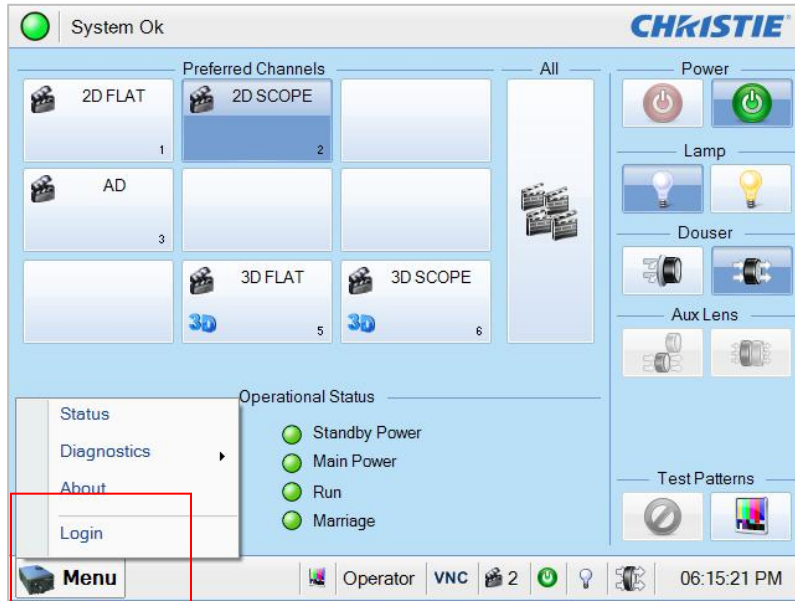

图 25 Marriage 账户
1. 登录放映机 TPC 上的[Marriage]帐户。选择[Menu] → [Login]（如图 25 所示）。